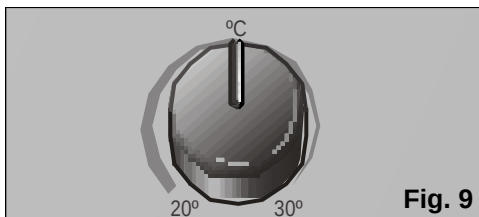

Fig. 9
- ❑ Collocare il termostato sulla temperatura desiderata **Fig. 9**. Se l'apparecchio si spegne automaticamente a causa del termostato, si dovrà aspettare che la temperatura ambiente aumenti 2-3°C perché riprenda il suo funzionamento.